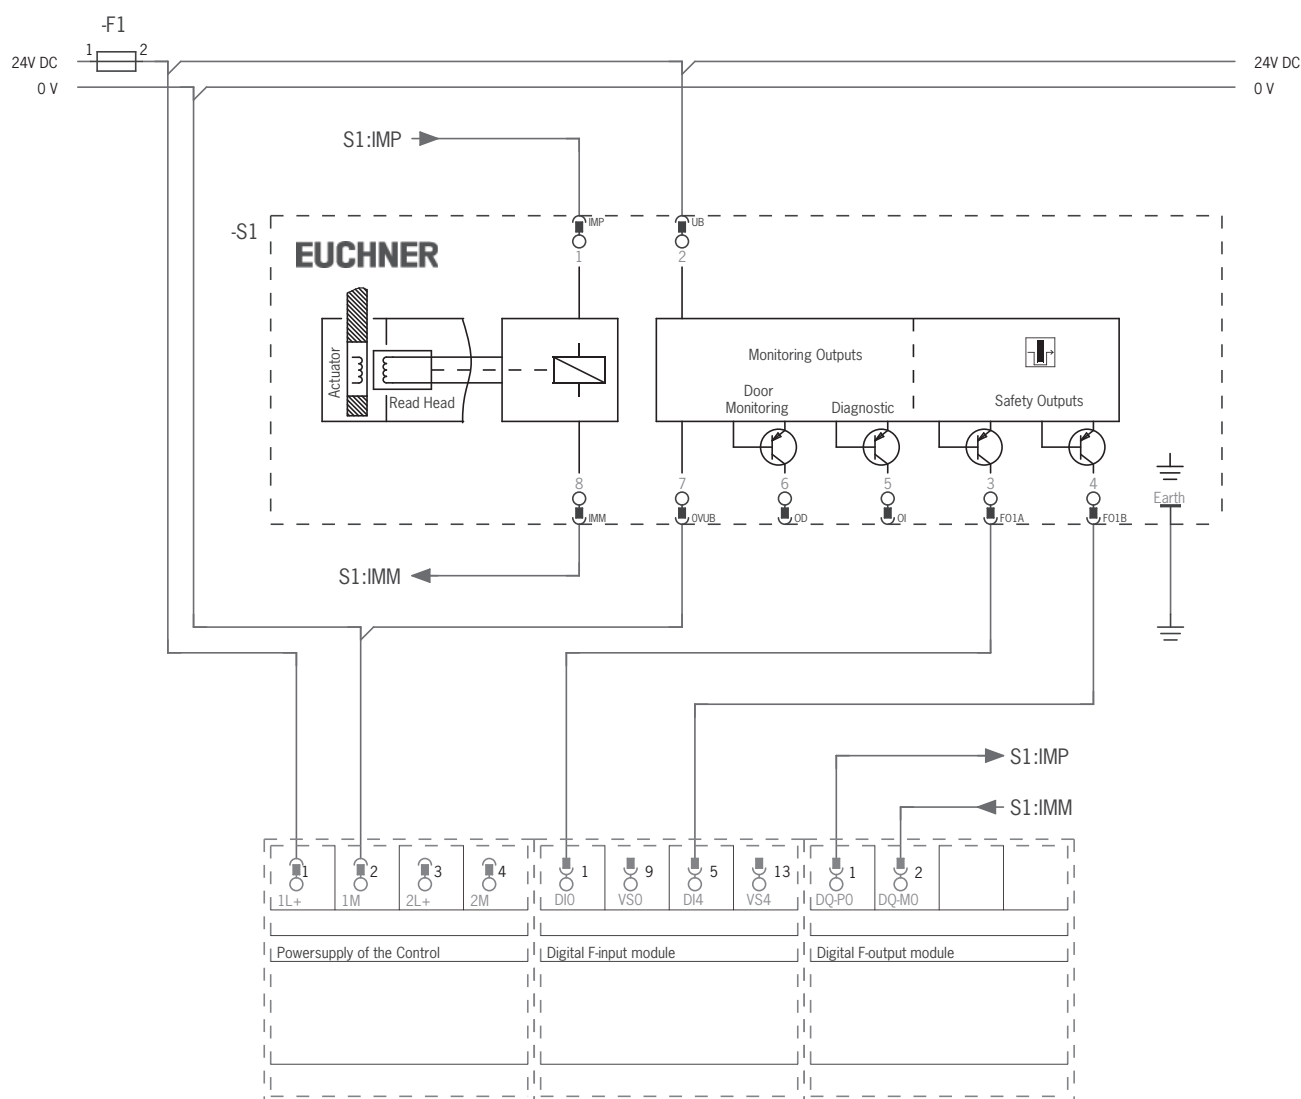

Fig. 4: Ejemplo de conexión a ET200
- En caso de accionamiento de doble canal de la tensión del solenoide mediante salidas seguras de un sistema de control, deben tenerse en cuenta los puntos siguientes (véase también la Fig. 4 en la página 20):